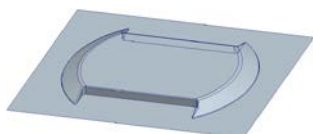

图 27.18 着色后的分型曲面
Step2. 着色显示所创建的分型面。单击 视图 功能选项卡 可见性 区域中的“着色”按钮 ；系统自动将刚创建的分型面 PS 着色，着色后的分型曲面如图 27.18 所示；在 CntVolSel (继续体积块选取) 菜单中选择 Done/Return (完成/返回) 命令。